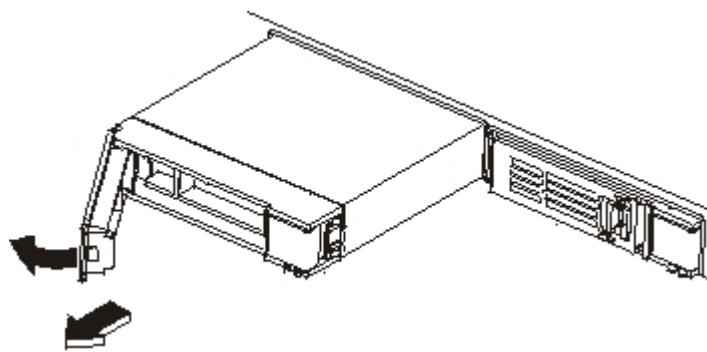

図 26. ハード・ディスク・モジュールの取り外し
3. 青色のボタンを押します。レバーが跳ねて開きます。図 26 に、以下の手順の図を示します。